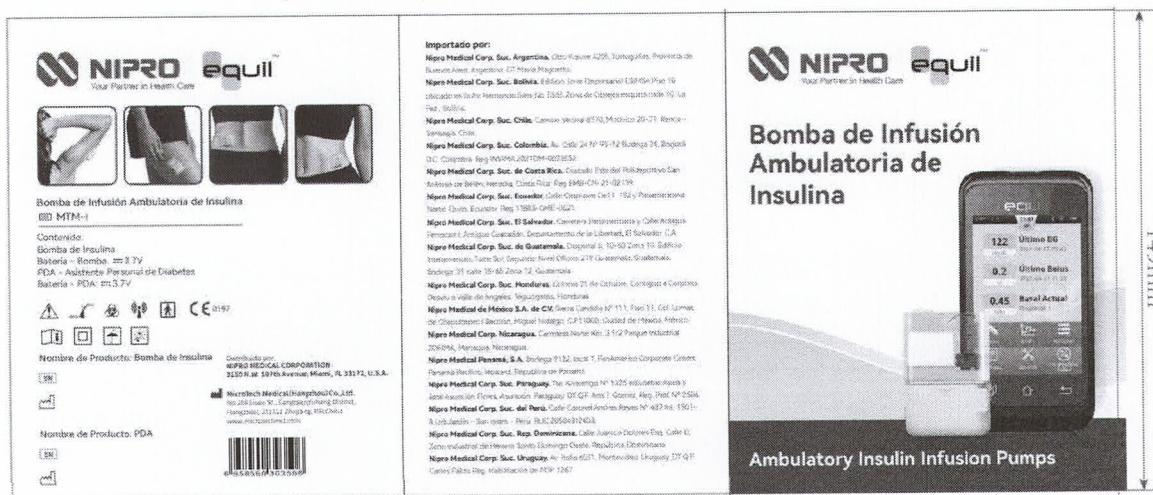

Figura 5: Rótulo provisto por el fabricante para Bomba de infusión ambulatoria.
5. Inserte la unidad de cánula en el insertador. Empuje la unidad de cánula en el insertador hasta que el ensamblaje de la cánula se encuentre en la posición amartillada y escuche dos sonidos "clic". La cánula está conectada firmemente al insertador de la cánula y este se encuentre firmemente en posición amartillada (Figura 5).
- ⑥ Empuje la varilla de extracción lentamente en la dirección de la flecha hacia arriba para eliminar las burbujas de aire del reservorio. Tire de la varilla de extracción lentamente en la dirección de la flecha hacia abajo hasta que el reservorio vuelva a estar lleno con la cantidad de insulina deseada (Figura 5).